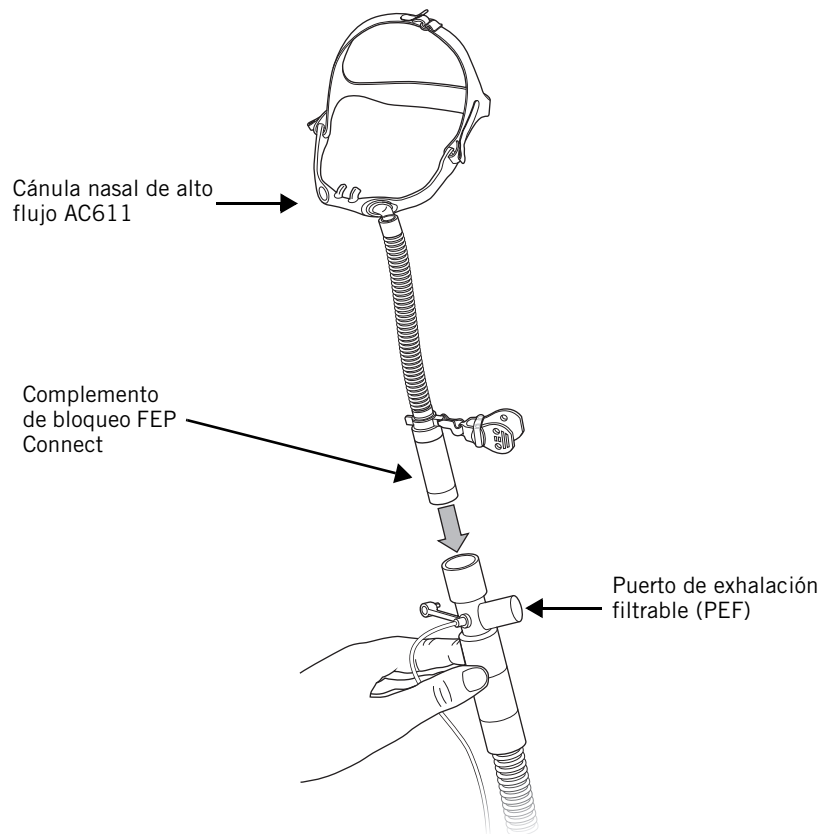

Figura 7-1: Cánula nasal de flujo alto conectada al circuito del paciente mediante FEP Connect
- mediante el conector para puerto de exhalación filtrable (PEF), que bloquea el puerto de línea de presión proximal y el puerto de exhalación filtrable (Figura 7-1); o